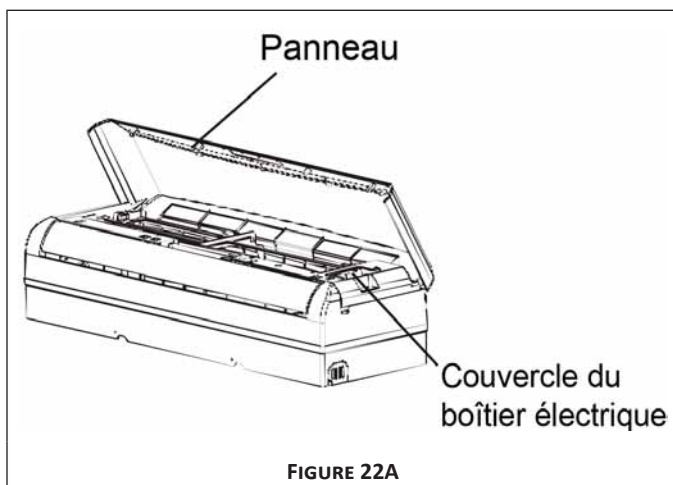

FIGURE 22A
3. Soulevez le panneau de l'unité intérieure, retirez le couvercle du boîtier électrique en dévissant la vis tel qu'illustré sur la Figure 22A.